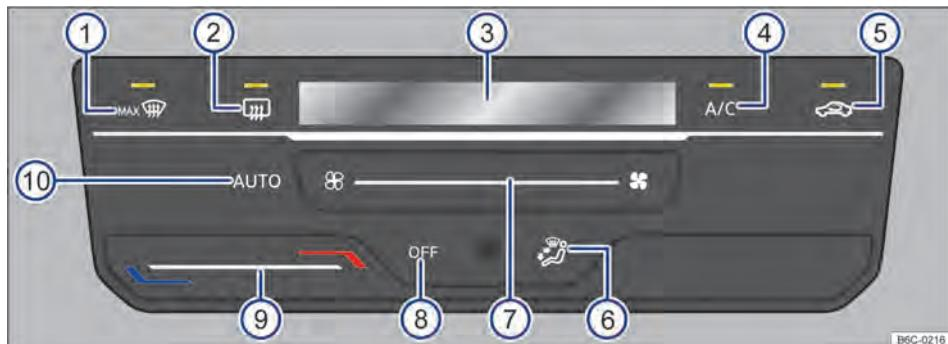

Fig. 85 Comandos do Climatronic.
- Climatronic: tocar na superfície de função OFF → Fig. 85 ⑧.
Ao tocar na superfície de função → Fig. 85 ⑩ é possível ligar o modo automático do Climatronic.
manualmente → Fig. 85 ⑦ ou com a alteração da distribuição de ar através da superfície de função → Fig. 85 ⑥.
- Climatronic: tocar na superfície de função → Fig. 85 ④ para ligar e desligar o funcionamento da refrigeração.
- Climatronic: deslizar o dedo sob a superfície de função → Fig. 85 ⑨.
No display do Climatronic → Fig. 85 ③ é indicada a temperatura ajustada.
- **Climatronic:** deslizar o dedo sob a superfície de função → Fig. 85 ⑦.
- **Climatronic:** tocar na superfície de função  → Fig. 85 ⑤.
- **Climatronic:** tocar na superfície de função → Fig. 85 ⑥ para posição desejada, a distribuição selecionada será indicada no display ③.
- **Climatronic:** tocar na superfície de função  → Fig. 85 ①.
- **Climatronic:** tocar na superfície de função  → Fig. 85 ②.